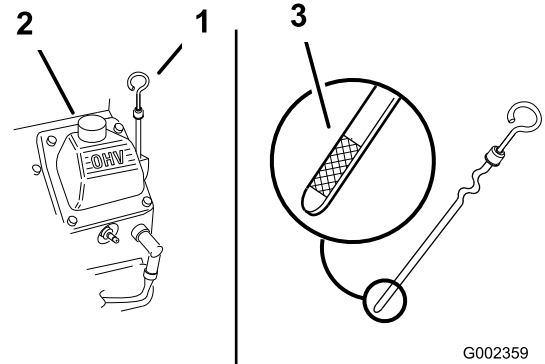

图20
3. 清洁量油尺周围的区域（图20），防止灰尘落入注油孔并损坏发动机。
4. 拧下量油尺，并将端部擦拭干净（图20）。
5. 将量油尺完全滑入加油管，但切勿旋回管子（图20）。
6. 慢慢向加油管 (图20) 注入规定油量的大约 80%。